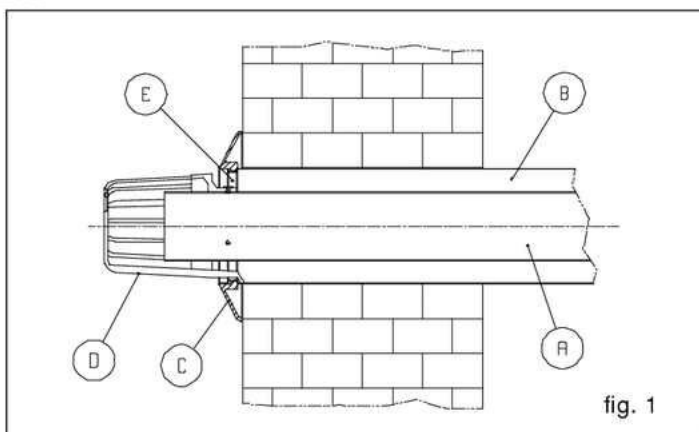

fig. 1
- Preparare i tubi tagliandoli alla lunghezza appropriata al tipo di installazione, quindi introdurre il tubo fumi nel tubo aria fino a raggiungere il fermo E (fig. 1) posto all'estremità della guaina. Se l'operazione è eseguita correttamente, la sporgenza del tubo fumi \varnothing 60 rispetto al tubo aria \varnothing 100, risulterà di 7,5 mm.
Operazioni da eseguire sulla caldaia (fig. 1)